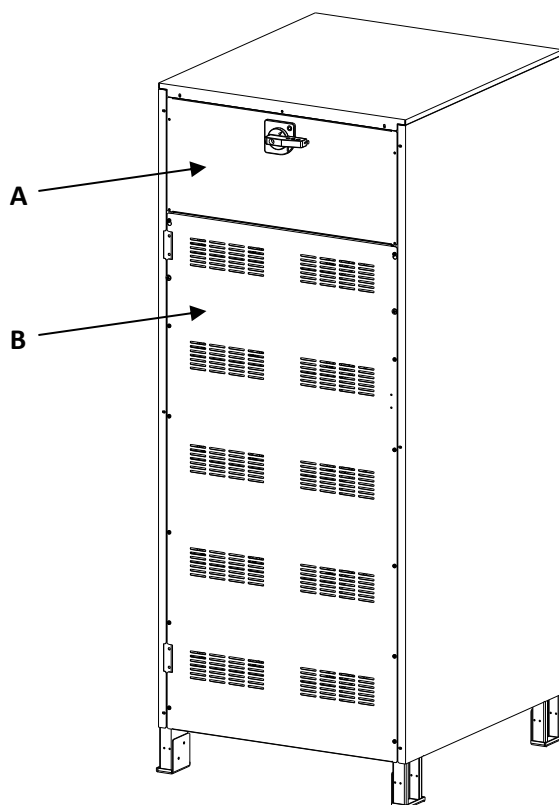

Fig. 2
L'armadio batteria, senza porta, si presenta come in Fig. 2.
- Rimuovere i due pannelli interni "A" e "B", vedi Fig. 2.
- Riposizionare i pannelli interni A e B, vedi Fig. 2, rimossi in precedenza.